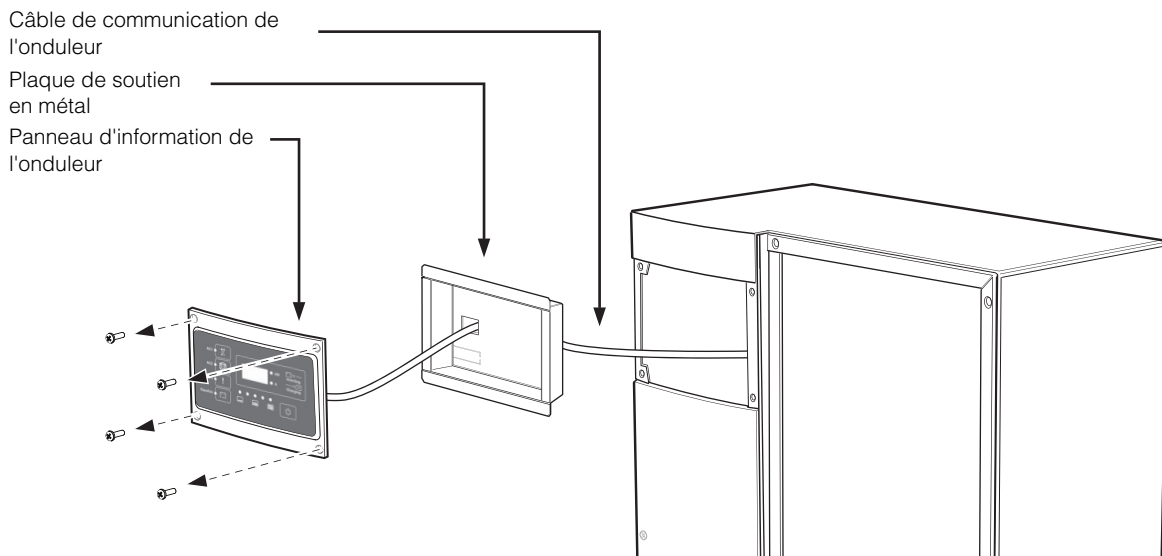

Figure 5-2 Retrait du panneau d'information de l'onduleur
2. Retirez les quatre vis du panneau d'information de l'onduleur; comme indiqué sur la Figure 5-2.